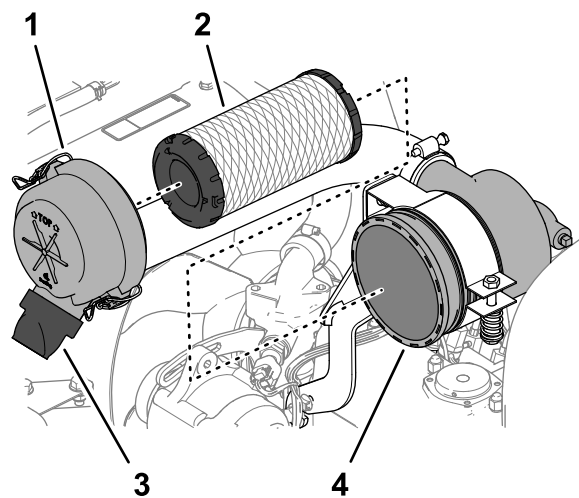

Figura 76
3. Abra los enganches que sujetan la tapa del limpiador de aire a la carcasa del limpiador de aire (Figura 76).
6. Retire el elemento del filtro (Figura 76).
7. Retire la válvula de salida de goma (Figura 76) del orificio de expulsión de suciedad de la cubierta del limpiador de aire.